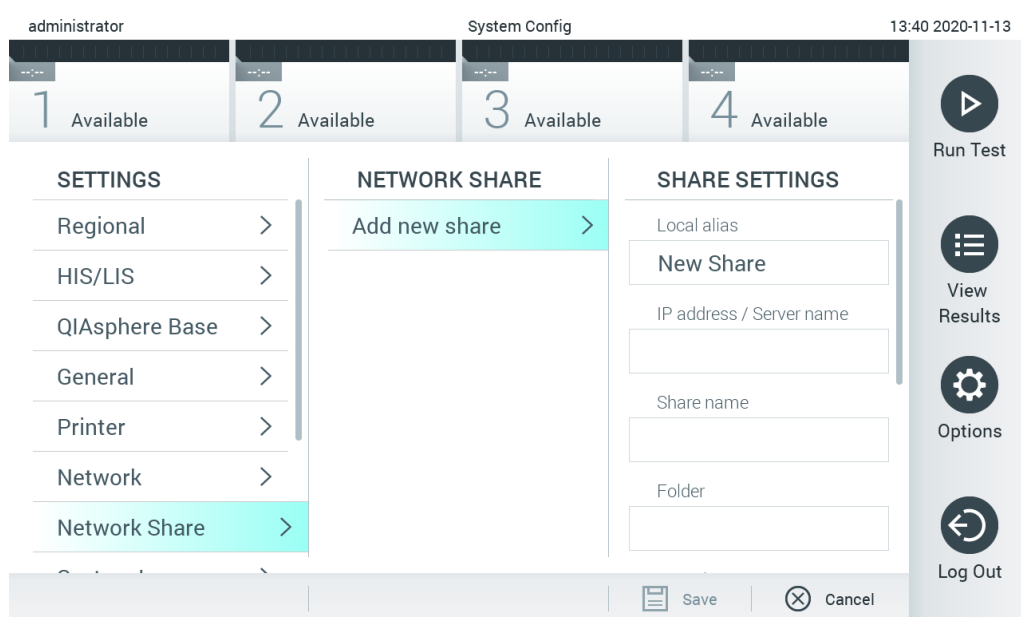

Figure 76. Ajout d'un partage réseau.
3. Appuyez sur la touche Add new share (Ajouter un partage) (figure 76).